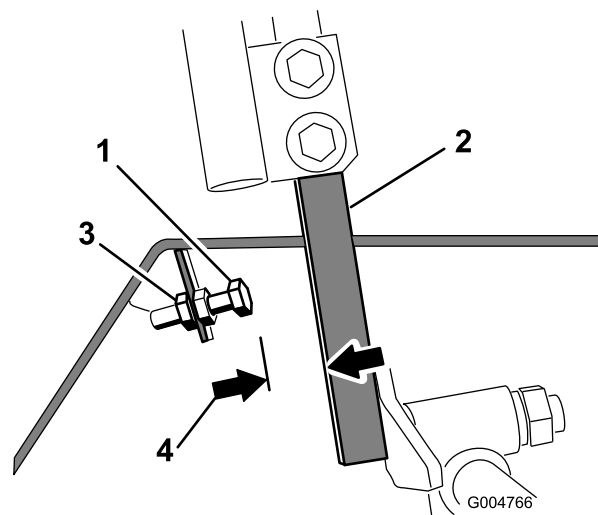

Рисунок 43
4. Ослабьте контргайку на упорном болте рычага управления (Рисунок 43).